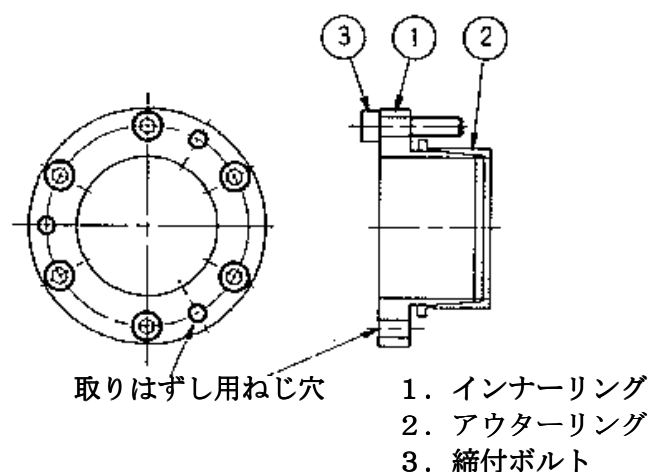
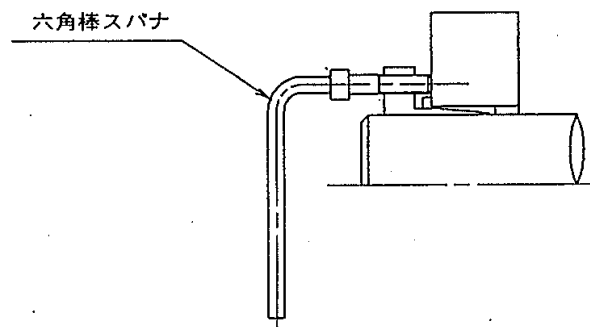

図1 部品名称
図4 取はずし
3. 次にパワーロックを仮組してください。仮組の際、インナーリングの取はずし用ねじ穴の位相に注意ください。(図1参照)
- すべてのボルトをゆるめても締結状態のまま動かない場合は、取はずし用ねじ穴(図1)にボルトを入れ、締込んでいきますとロックがはずれます。(図4参照)